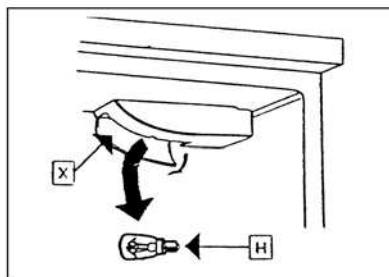

Рис. 4
Внутреннее освещение: (H) рис.4